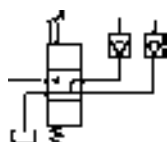
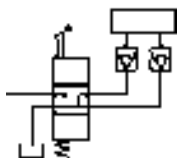

图 17.8.51 绘制直线 (十四)
图 17.8.52 移动矩形
(9) 用 **绘图(D)** → **直线(L)** 命令, 绘制长度为 16 的两条垂直直线 (图 17.8.51)。
(10) 用 **绘图(D)** → **矩形(R)** 命令, 绘制长和宽分别为 46 和 16 的矩形。
(11) 用 **修改(M)** → **移动(M)** 命令, 将矩形移动到图 17.8.52 所示的位置。